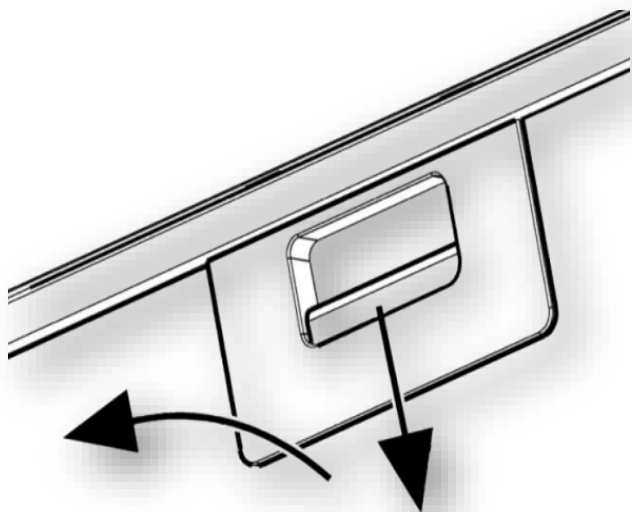

Рис.6
**8.7** Для снятия алюминиевого фильтра (рис.6) необходимо нажать на пружинную задвижку 1 и, потянув на себя и вниз 2, снять фильтр с панели. Установку фильтра выполнить в обратном порядке.